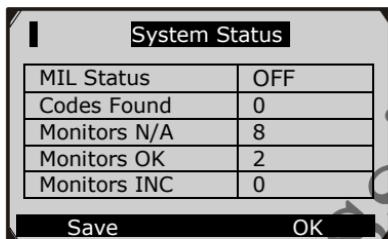
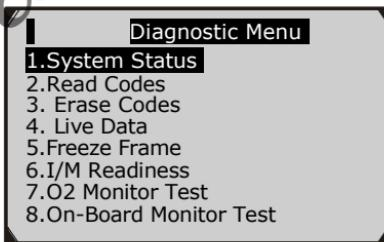

Рисунок 6.1
Рисунок 6.3
- 7) Изучите краткую информацию о состоянии системы (состояние ЛН, счетчик ДКО, состояние устройств контроля) на экране. (рисунок 6.1) Нажмите **OK** для открытия экрана **Diagnostic Menu** (Меню диагностики) (рисунок 6.3).
- 1) Используйте кнопки прокрутки **ВВЕРХ/ВНИЗ** для выбора пункта **Read Codes** на экране **Diagnostic Menu** (Меню диагностики) и нажмите **OK**. (Рисунок 6.3)
- 1) Используйте кнопки прокрутки **ВВЕРХ/ВНИЗ** для выбора пункта **Erase Codes** (Стереть коды) на экране **Diagnostic Menu** и нажмите **OK**. (Рисунок 6.3)
- 1) Для просмотра реальных данных используйте кнопки прокрутки **ВВЕРХ/ВНИЗ** для выбора пункта **Live Data** на экране **Diagnostic Menu** и нажмите **OK**. (Рисунок 6.3)